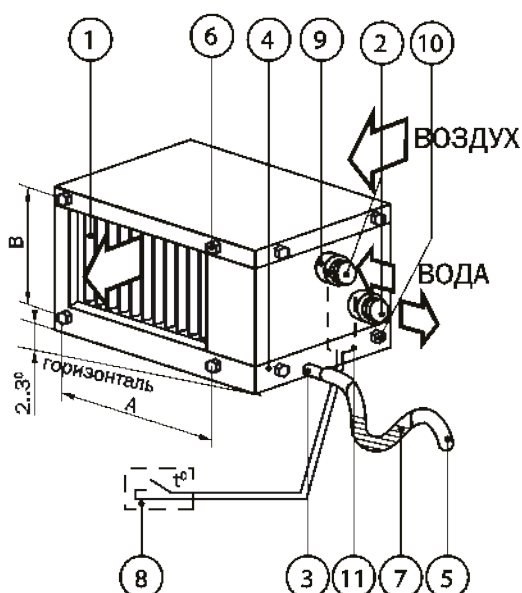

Рисунок 34. Устройство водяного воздухоохладителя:
Для свободного слива конденсата из поддона устанавливать воздухоохладители в канал вентиляции необходимо с небольшим наклоном (2–3°) к горизонтали в сторону сливного патрубка (см. рис. 34).
Монтаж воздухоохладителей в системе вентиляции осуществляется путем крепления его к ответным фланцам воздуховодов или других агрегатов вентиляционной системы при помощи болтов (6 на рис. 34), предварительно вывернутых из корпуса (усилие затяжки не более 2 кг/м). Необходимо обязательно герметизировать стыки соединения легкоъемным уплотнителем для возможности демонтажа корпуса при техническом обслуживании.
На патрубок (3 на рис. 34) надевается дренажный шланг (5) с внутренним диаметром $\varnothing 20$ мм для отвода образующегося при работе конденсата из поддона (4). Уклон шланга при прокладке должен быть не менее 0,01–0,02 (без подъемов и провисаний).
Для предотвращения засасывания конденсата обратно в систему рекомендуется установить на сливном патрубке специальный сифон либо организовать на сливном шланге участок засифонивания – изгиб (7 на рис. 34).
Для контроля работы воздухоохладителя достаточно установить датчик температуры теплоносителя на выходе в нижней части соответствующего патрубка водяного коллектора (2 на рис. 34). Датчик устанавливается взамен заглушки 11 при снятом поддоне 4. Кабель от датчика проводится через боковую стенку корпуса в любом удобном месте при обеспечении герметизации отверстия ввода.